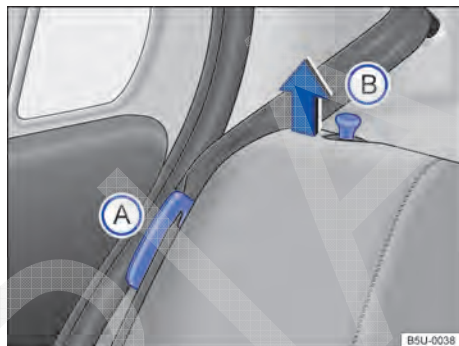
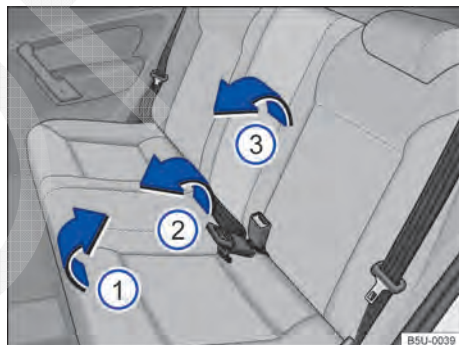

Fig. 72 Banco traseiro: posicionador do cinto de segurança (A) e pino de destravamento do encosto (B).
Fig. 73 Banco traseiro: rebater o banco traseiro.
As figuras → Fig. 72 e → Fig. 73 ilustram, como exemplo, o procedimento para rebater o banco traseiro do modelo Novo Gol 4 portas. O modelo Novo Gol 2 portas segue o mesmo conceito.
- Encaixar os cadarços dos cintos nos respectivos alojamentos no revestimento lateral → Fig. 72 (A).
- Puxar o assento pela parte da frente → Fig. 73 (1) no sentido da seta, para cima.
- Levantar a parte traseira do assento → Fig. 73 (2) e deslocar totalmente para a frente, de maneira que o assento fique o mais próximo possível do assoalho e do encosto do banco dianteiro.
- Puxar os pinos de destravamento → Fig. 72 (B) e, ao mesmo tempo, rebater parcialmente o encosto do banco → Fig. 73 (3) e remover os apoios para cabeça → Página 52. Abaixar totalmente o encosto do banco traseiro.
- Encaixar os cadarços dos cintos de segurança nos respectivos posicionadores → Fig. 72 (A).
- Levantar os pinos → Fig. 72 (B) e, ao mesmo tempo, rebater parcialmente o encosto do banco traseiro → Fig. 73 (3).